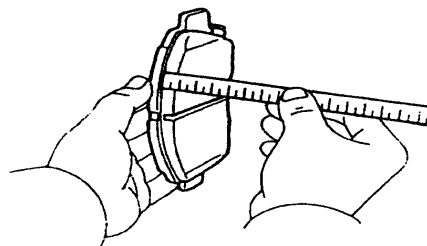

图 3—18
2) 检查制动片衬面厚度。用直尺测量衬面厚度。如图3—18所示。标准厚度：11.0mm；最小厚度：1.0mm。